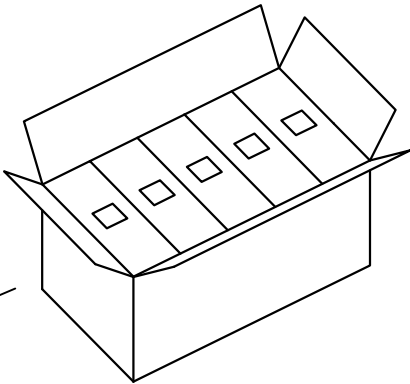

图4 外箱
- 3: 如图4, 每外箱装10内盒, 数量为10X(4X500pcs)。